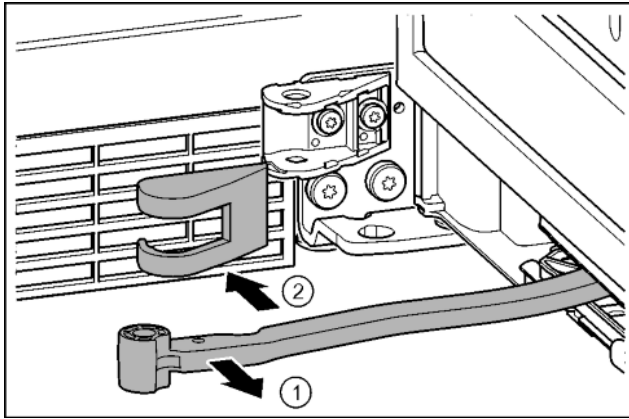

Fig. 17
- ▶ Gelenk in Richtung Tür drehen. Fig. 17 (1)
- ▶ Lagerbockabdeckung entfernen. Fig. 17 (2)